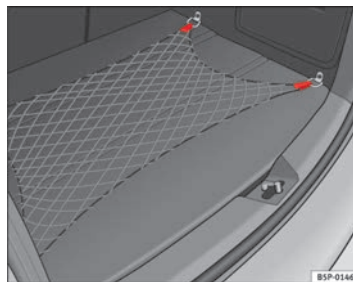

Fig. 107 Filet de rangement du coffre à bagages
- Utilisez les anneaux d'amarrage présents sur les côtés du coffre à bagages pour fixer le filet de rangement ⇒ fig. 107. ►